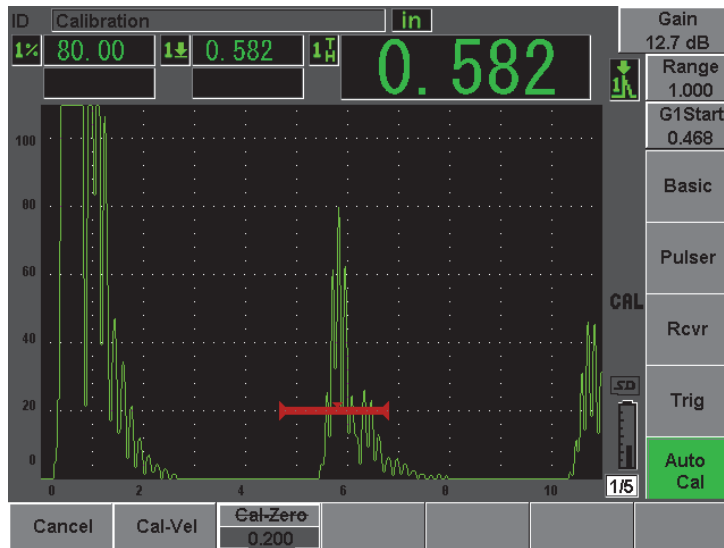

Figura 10-3 Exemplo de um sinal fechado para calibração de velocidade
8. Ajuste o valor de maneira a coincidir com a espessura conhecida da indicação da porta (0,200 pol. neste exemplo), e então seleccione **Continue** para continuar a calibração do segundo degrau (veja Figura 10-3 na página 161). O valor da espessura usado nesta parte da calibração será armazenado para referência na caixa de parâmetro **Cal-Zero**.